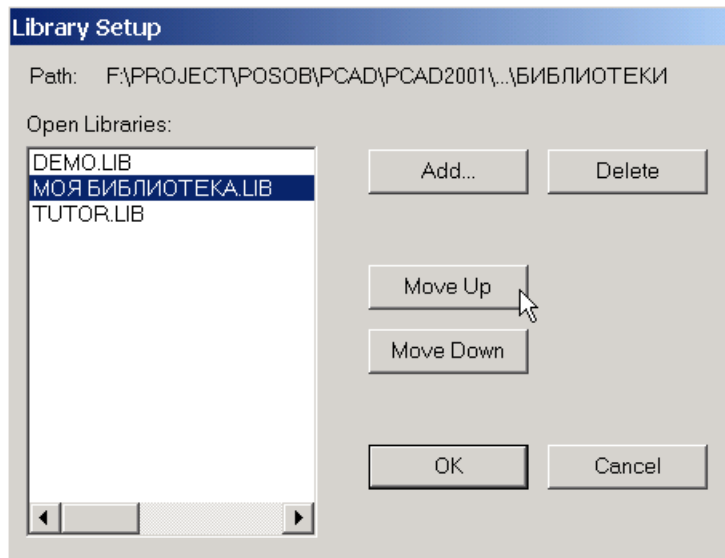

Рис. 5-3. Подключение библиотеки к проекту
2) На появившейся панели **Library Setup** нажмите кнопку **Add** (добавить) (см. рис. 5-3).
4) На панели **Library Setup** в окне *Open Libraries* (открытые библиотеки) появится название вновь подключенной библиотеки (см. рис. 5-3).